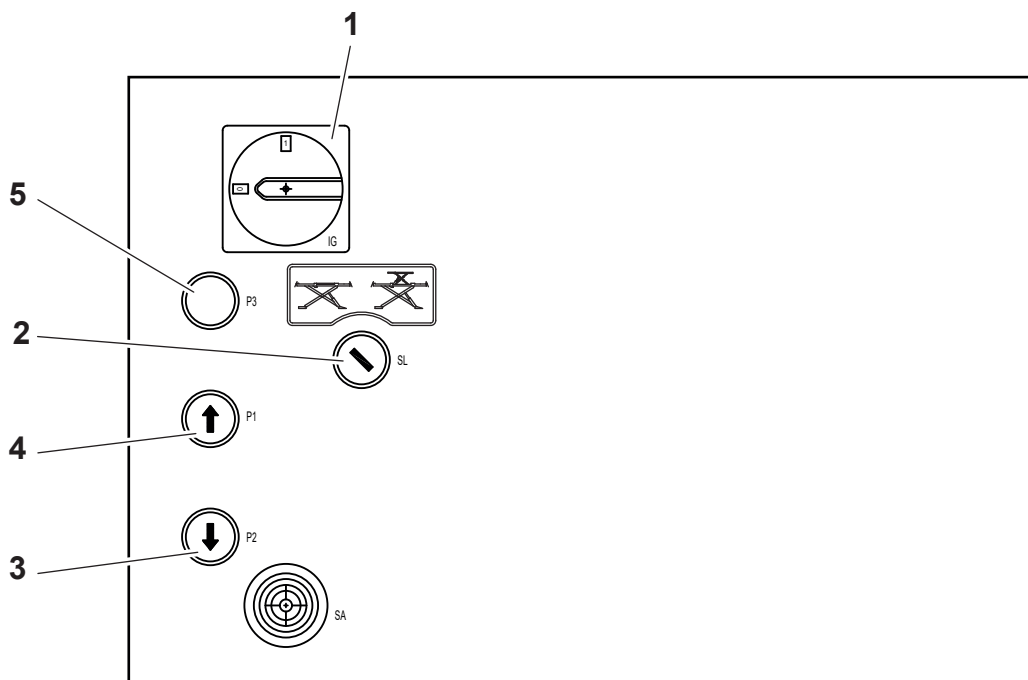

Fig. 44
Salita. (Rif. Fig.44) Interruttore generale (1) in posizione 1. Selettore (2): posizione 0 attivazione sollevatore principale. Selettore (2): posizione 1 attivazione sollevatore integrato. Premere il pulsante di salita (4) fino al raggiungimento dell'altezza voluta.
Up - (Ref. Fig. 44) Master switch (1) in position 1.
Heben. (Zu Abb. 44). Hauptschalter (1) in Schaltstellung "1" setzen. Wählschalter (2): Schaltstellung "0" Inbetriebsetzung der Hebebühne. Wählschalter (2): Schaltstellung "1" Inbetriebsetzung des Achshebers.
Montée. (Réf. Fig. 44) Interrupteur principal (1) sur la position 1. Sélecteur (2): position 0, actionnement de l'élévateur principal. Sélecteur (2): position 1, actionnement de l'élévateur intégré.
Subida. (Ref. Fig.44) Interruptor general (1) en posición 1.